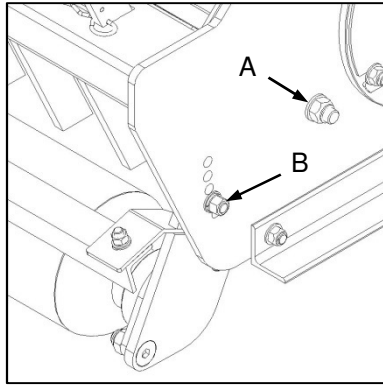

Fig. 4
- ✔ To set working height loosen the roller carrier pivot bolt (Fig. 4-A) while removing the height setting bolt (Fig. 4-B) completely.
- ✔ Om die werkshoogte te stel, maak die rollerdraer se spilbout (Fig. 4-A) los en verwyder die hoogte-instellingsbout heeltemal (Fig. 4-B).